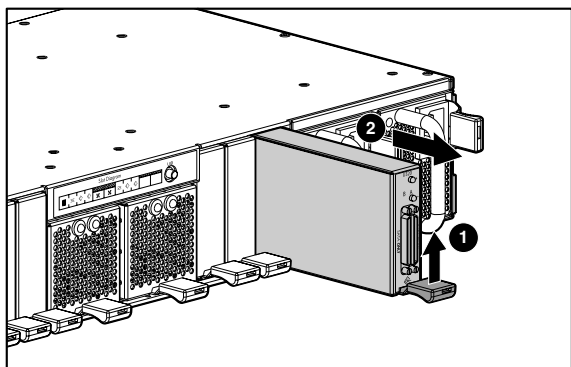

Figura 2: Rimozione del modulo di I/O SCSI
1. Sollevare la levetta rossa del modulo di I/O SCSI ❶ ed estrarre il modulo di I/O SCSI dal contenitore ❷ come illustrato nella Figura 2.